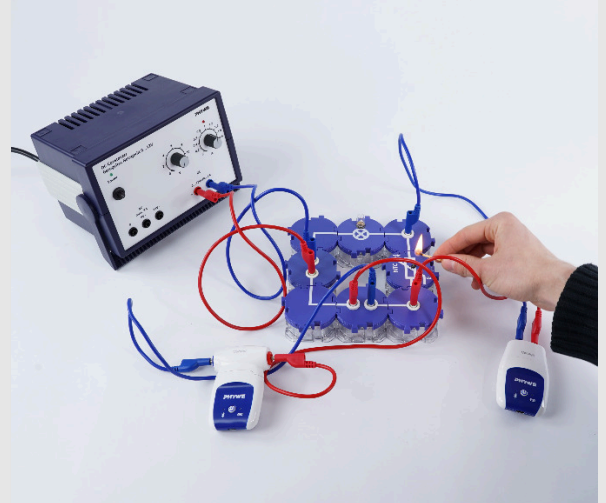

Fig. 5
- Chauffe la résistance NTC avec une flamme d'allumette comme dans la figure 5.